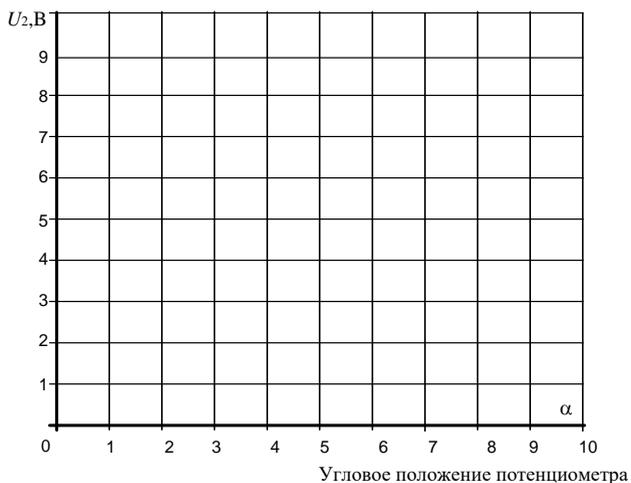

Рисунок 12
5.3. Внесите все измеренные величины в таблицу 5 и перенесите их также на график (рис. 12) для построения кривой  $U_3=f(\alpha)$ .